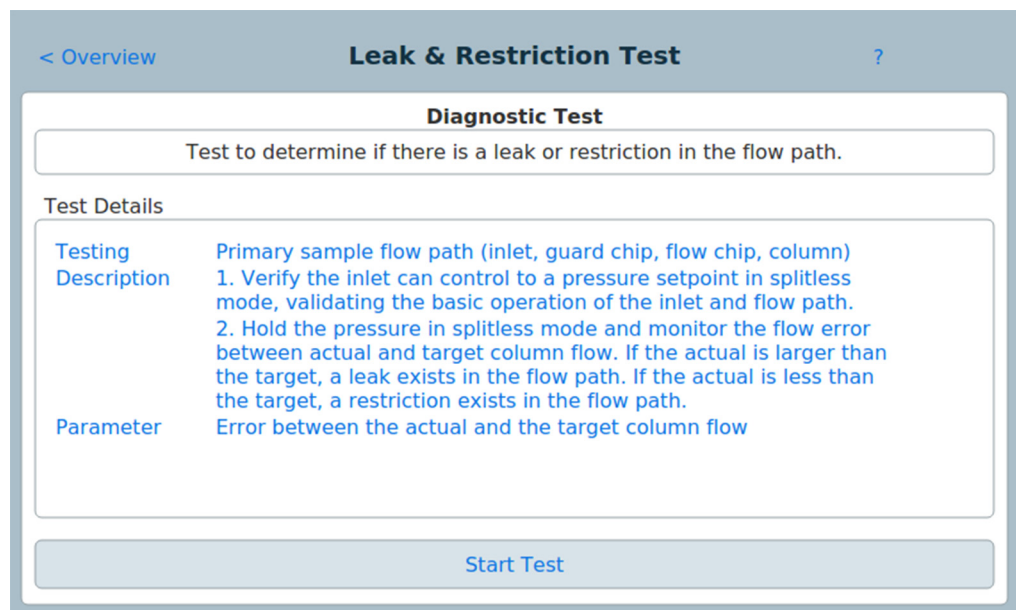

Figure 26 Page Test de fuite et de restriction
- 2 Appuyez sur le test souhaité. La page de test correspondante apparaît. La page de test comprend une description du test et une indication du paramètre qui est testé. Voir Figure 26.